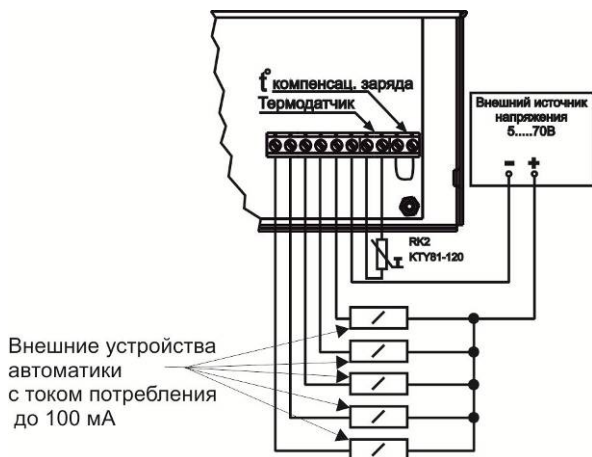

Рисунок 6 – подключение внешних устройств автоматики
- Подключите, при необходимости, внешние устройства автоматики (рисунок 6) или внешние цепи индикации (рисунок 7) к выходам типа открытый коллектор «ОК1, ОК2, ОК3, ОК4, ОК5».